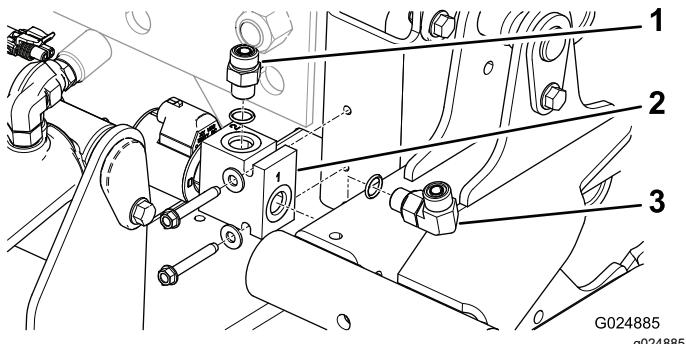

Figura 2
3. Monte el distribuidor derecho de bloqueo de la carcasa en el tubo del bastidor con 2 tornillos autorroscantes (1/4" x 1 3/4"). Posicione el distribuidor según se muestra en Figura 2.
4. Instale el acoplamiento hidráulico recto en la parte superior del colector (Figura 2).
5. Instale el acoplamiento hidráulico de 90 grados en el extremo del distribuidor (Figura 2).